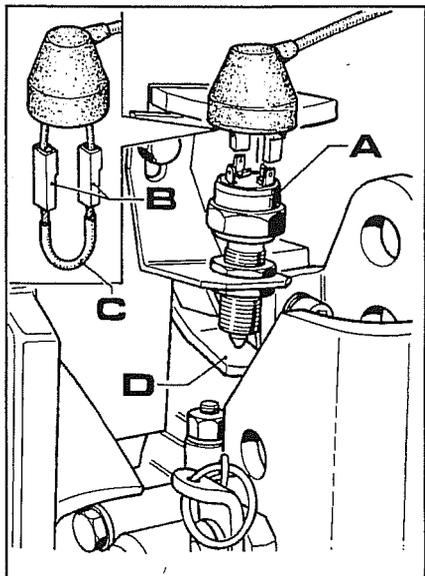

Fig. 12
Si dichos controles no dan un resultado positivo es necesario controlar el buen funcionamiento del microinterruptor de tope **A**, fig.12.
2. Desconectar los cables **B** fig.12 del microinterruptor y luego conectarlos entre sí con un puente (**C** fig.12).
- b. Desplazar la barra del nuevo microinterruptor para que toque el varillaje **D** fig.12 y bloquear el microinterruptor en esta posición.
Para las máquinas sin la válvula **T** es necesario desconectar el microinterruptor de tope del elevador del cableo, conectar el cableo mediante un puente (ver fig. 12) luego accionar el interruptor del elevador en elevación (pulsando el pulsador de seguridad) y controlar la presión en el manómetro.